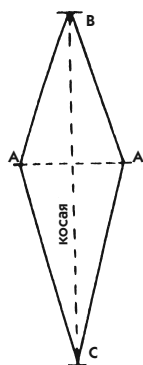

Рис. 690
- Проведите горизонтальную линию необходимой ширины (линия АА на рис. 690). Для определения ширины ластовицы воспользуйтесь объяснениями в пункте 5 (мерка ластовицы от А до А всегда вдвое больше мерки, с помощью которой определяется положение точки А на передке лифа).
- Через середину этой линии проведите перпендикуляр (рис. 690).
- Перенесите эти мерки от точки А ластовицы и начертите ромб, как показано на рис. 690. Поставьте засечки В и С, соответствующие точкам надреза. Укажите косое направление нити (линия ВС).